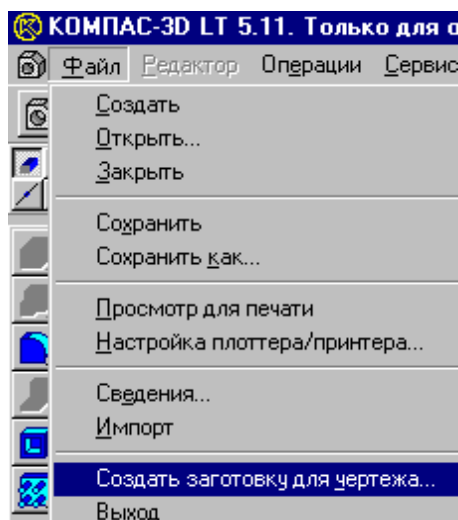

Рис. 2.
1. Для создания заготовки чертежа текущей детали вызовите из меню *Файл команду Создать заготовку для чертежа....* (рис. 2)